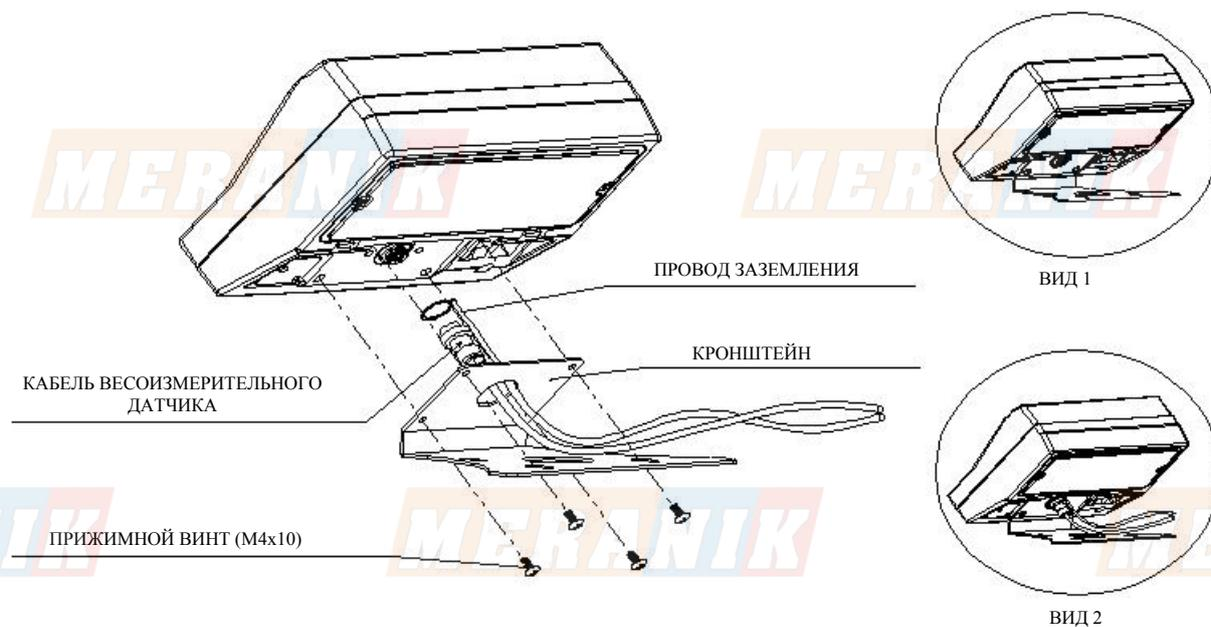

Рисунок 5.2 – Схема сборки весов без стойки.
- ❑ Закрепите кронштейн на задней стороне индикатора при помощи винтов (см. вид 1, рисунок 5.2).
- ❑ Подсоедините концы заземляющего провода и кабеля платформы к контактам на задней стороне индикатора (см. вид 2, рисунок 5.2).